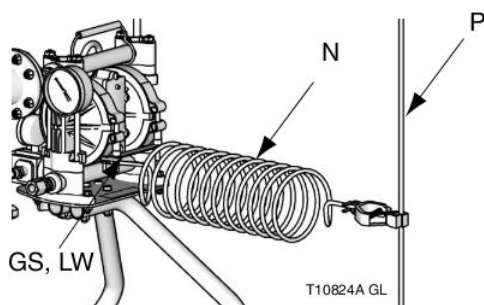

Fig.1 Filo di terra
Pompa: utilizzare il filo di terra e il morsetto (forniti in dotazione). Vedere la FIG. 1. Usare la vite di terra (GS) e la rondella di bloccaggio (LW) per fissare il filo di terra (N) al retro del motore pneumatico. Serrare a fondo la vite. Collegare l'altra estremità del filo di terra ad una terra efficace (P).